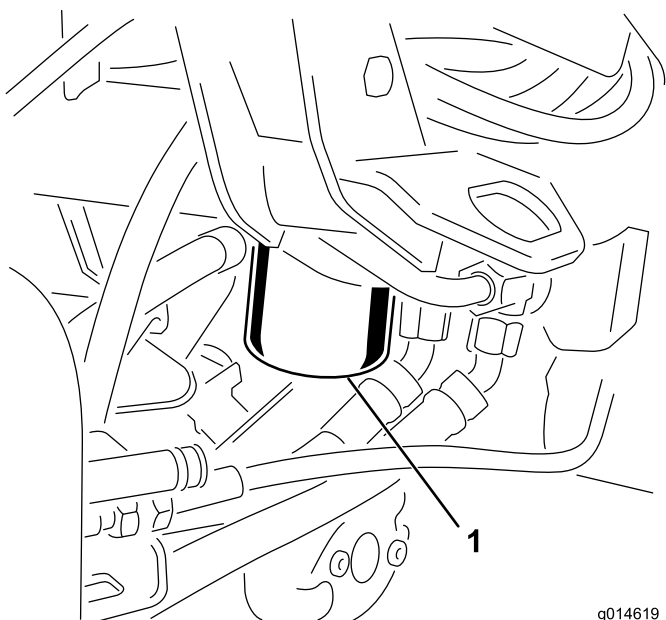

図 52
1. フィルタ容器の周辺をウェスできれいにぬぐう 図 52。フィルタの下に廃油受けを置いてフィルタを外す。